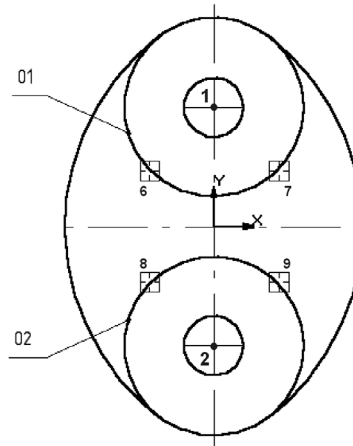

Рис. 29.14. Усечение окружностей
12. Нажмите кнопку **Усечь кривую** на панели **Редактирование**. Удалите лишние участки окружностей o1 и o2, как это показано на рис. 29.14.